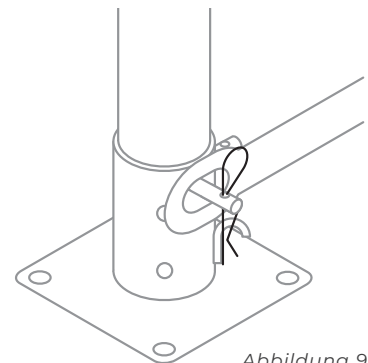

Abbildung 9
11. Schieben Sie die Rohre des Bodenrahmens über den horizontalen Stab der Fußplatte. Bringen Sie dann, wie in Abbildung 9 dargestellt, den R-Stift an, damit der Bodenrahmen nicht vom Stab rutschen kann.